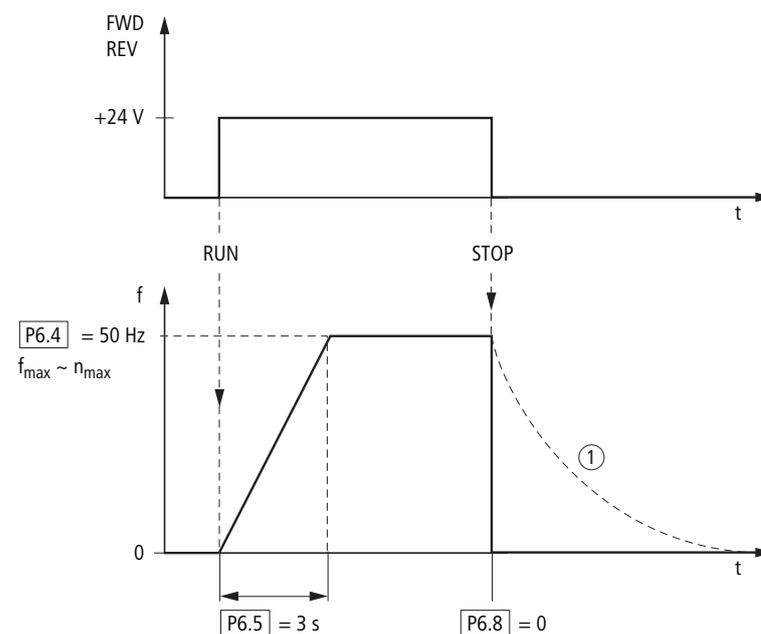

Abbildung 62: Start-Stopp-Befehl bei maximaler Sollwertspannung, Beschleunigungsrampe 3 s
Abbildung 62 auf Seite 82 zeigt beispielhaft den Verlauf, wenn das Freigabesignal (FWD/REV) angeschaltet wird und die maximale Sollwertspannung (+10 V) anliegt. Der Motor folgt in seiner Drehzahl der Ausgangsfrequenz, in Abhängigkeit vom Last- und Trägheitsmoment (Schlupf), von null bis n_{\max} .
Wird im Betrieb das Freigabesignal (FWD, REV) abgeschaltet, so wird der Wechselrichter sofort gesperrt (STOP) und die Ausgangsfrequenz auf null gesetzt. Der Motor läuft ungeführt aus (siehe ① in Abbildung 62, Seite 82).